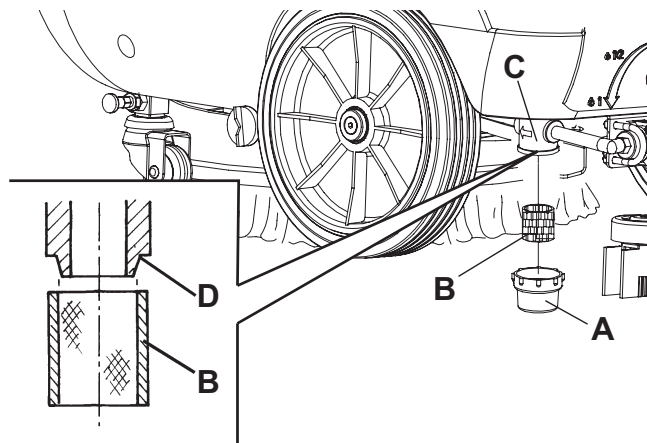

Figure 8
1. Vider le réservoir de la solution (32), en procédant comme indiqué au paragraphe spécifique.
4. Déposer le couvercle transparent (A, Fig. 8), puis déposer le filet filtrant (B). Les nettoyer et les reposer sur le support (C).